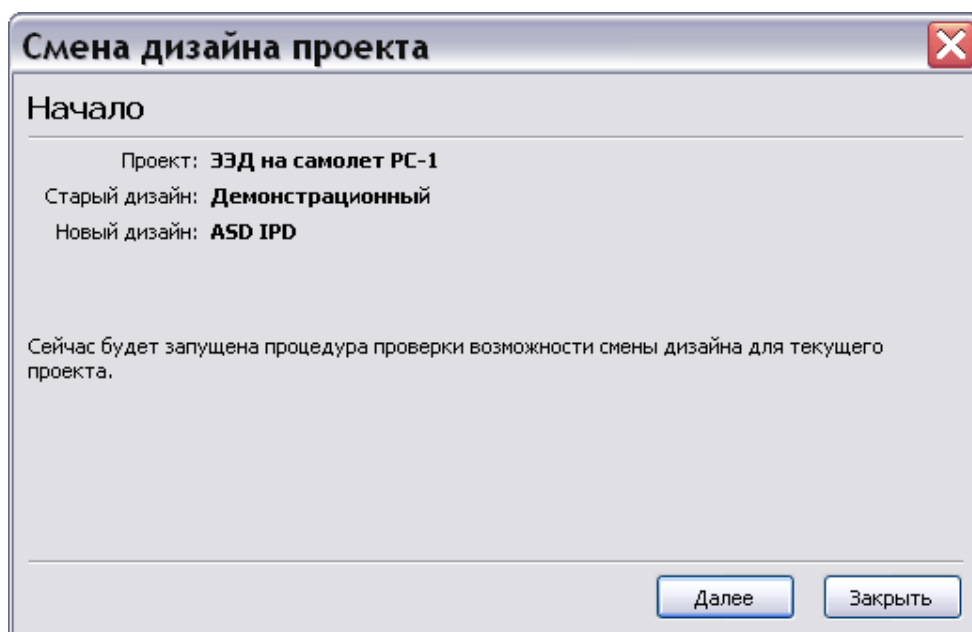

Рис. 2.29
5. Нажмите кнопку **Готово**. После этого откроется диалоговое окно **Смена дизайна проекта/Начало** (Рис. 2.29).